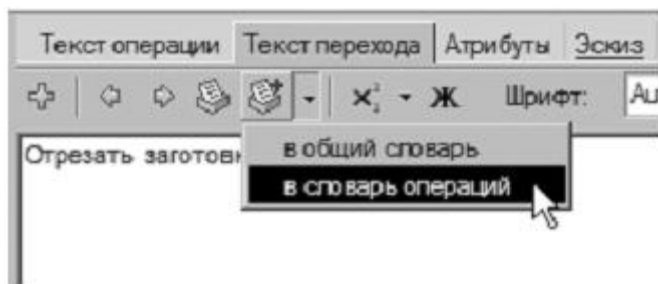

Рисунок 3.
3. Выделите слова «в размер», с помощью мыши. Нажмите кнопку «Добавить выделенное слово в словарь» и выберите «в Словарь операций» (рис. 3)